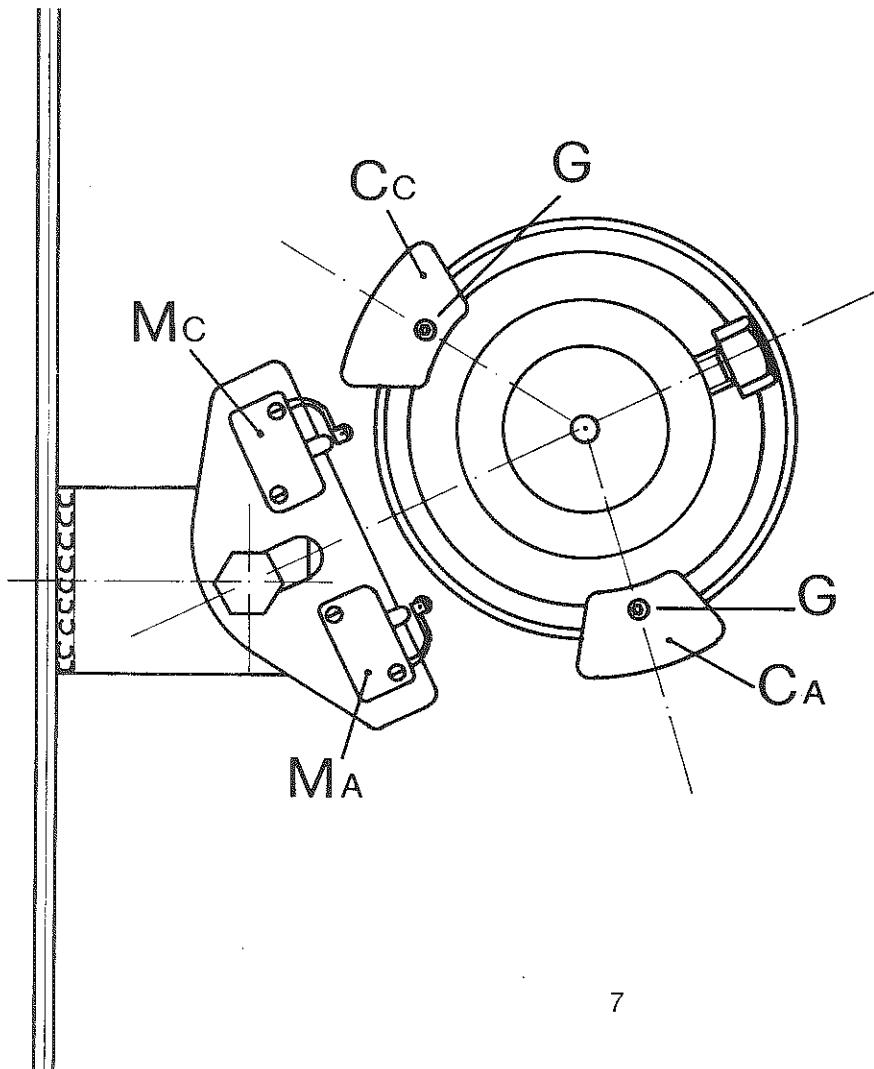

FIG. 5
b) allentare il grano G (vd. fig. 5);
- b) Desserrez la vis "G" (Fig. 5).
- b) Loosen the dowel G (see Fig. 5)
- b) aflojar el espárrago G (ver fig. 5)
- b) Stift G lösen (siehe Abb. 5)